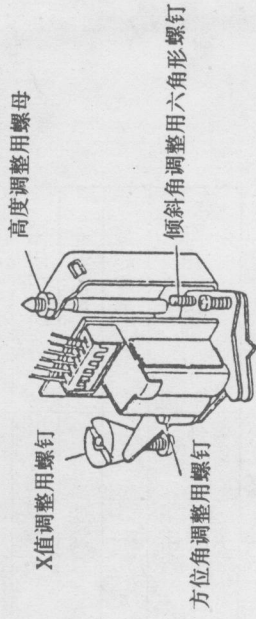

图24
⑤调整方位角调整用螺钉和倾斜角调整用六角形螺钉,使底座(1)和(2)成平行,如图24所示;